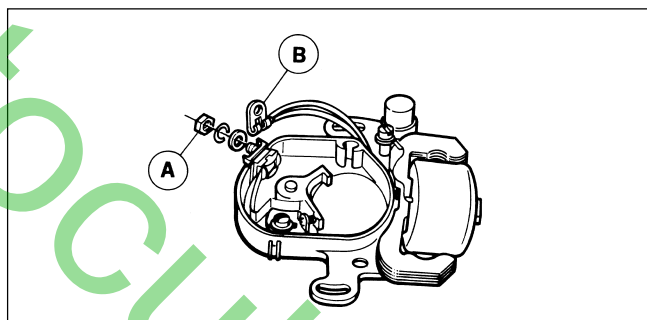

Fig. 7
- Retirer l'écrou qui fixe les câbles aux vis platinées (A - Fig. 7).